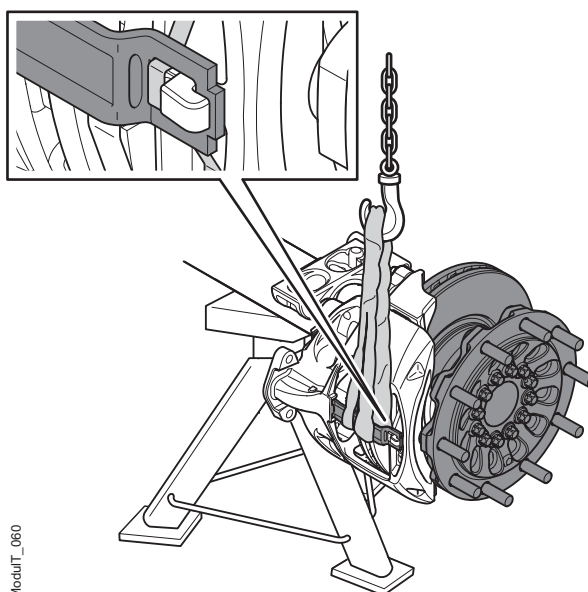

Figura 68. Desmontaje del freno de disco
1. Vuelva a colocar el viejo retenedor de pastillas posicionando en primer lugar el extremo del alojamiento en la abertura de la pinza, luego sitúe la ranura del retenedor sobre el fiador de la pinza; por último, deslice el retenedor por debajo de dicho fiador hasta que el resorte del retenedor salte a su posición de bloqueo. Véase la figura 68.